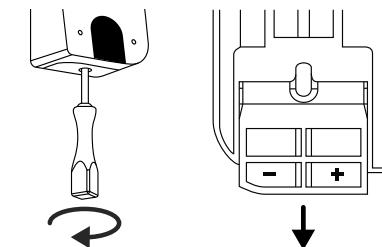

Abb. 3
- ③** Entfernen Sie die Schraube aus der Unterseite der Tastatur mit dem im Lieferumfang beiliegenden Tx8-Schraubendreher und ziehen Sie das Batteriefach nach unten heraus (Abb. 3).